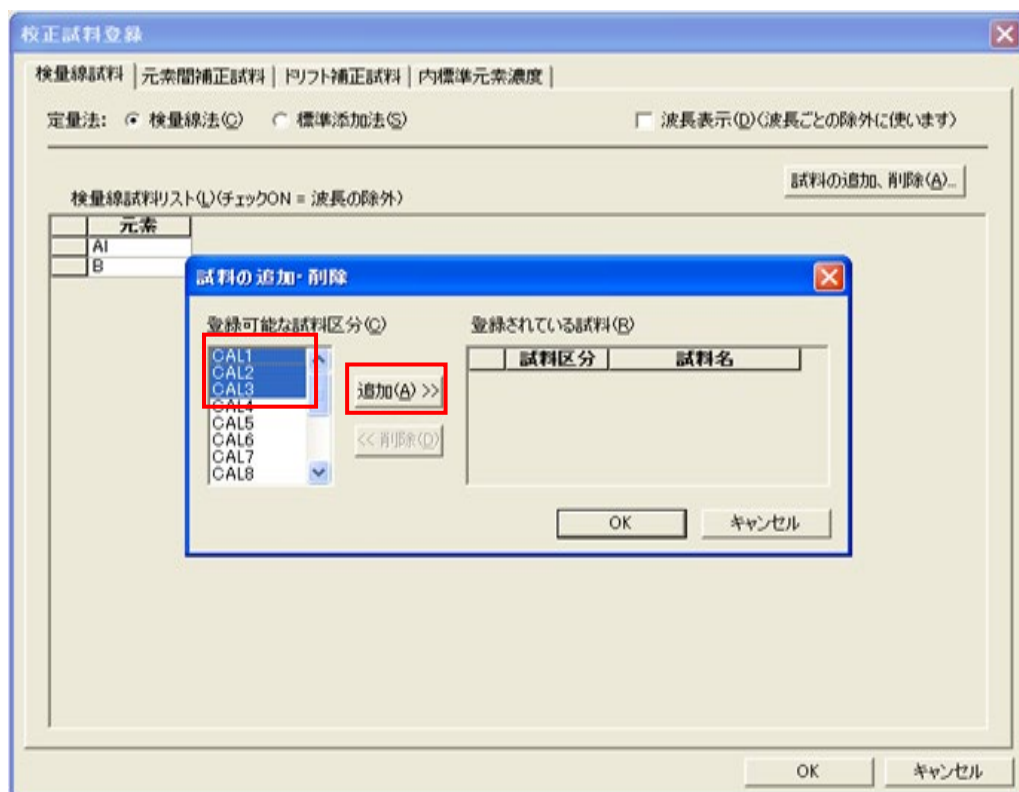

図 24
- ③ 「登録可能な試料区分」から、試料を選択し「追加」ボタンをクリックします。図 24